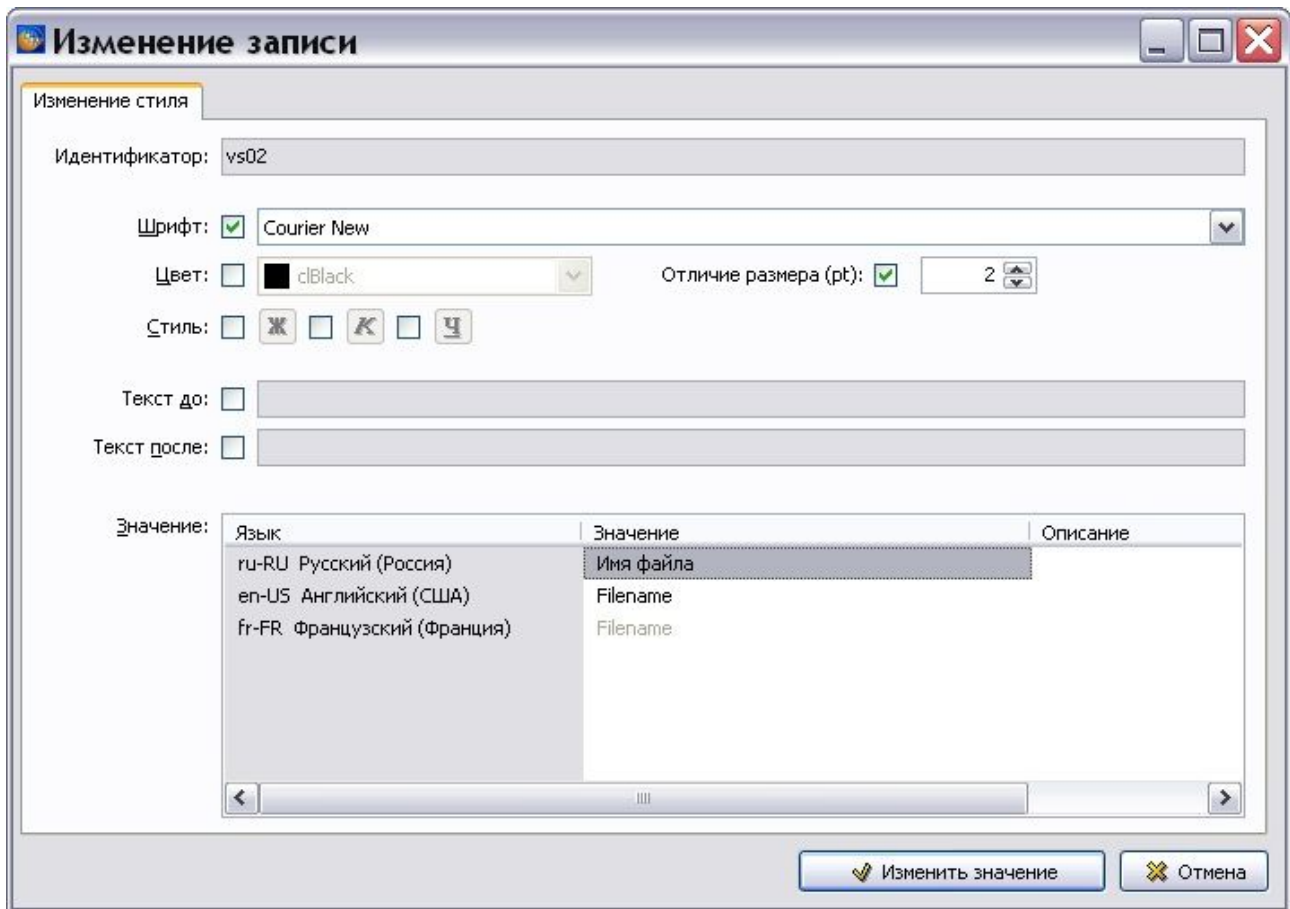

Рис. 2.181
2. Выполните двойной быстрый клик левой кнопкой мыши или нажмите на клавишу F2 на клавиатуре, или выберите команду **Редактировать** (F2) из контекстного меню. После этого откроется окно **Изменение записи** (Рис. 2.181).